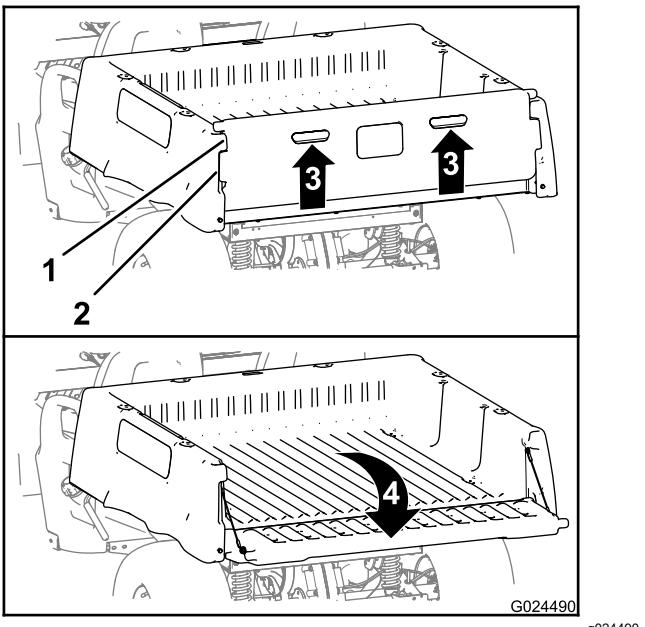

Figure 15
2. Passez les doigts dans les poignées du panneau arrière pour le soulever (Figure 15).
3. Alignez les bords de verrouillage du hayon sur les ouvertures entre les bords de verrouillage du plateau de chargement (Figure 15).
4. Faites pivoter le hayon vers l'arrière et le bas (Figure 15).
6. Faites pivoter le hayon vers le haut et l'avant jusqu'à ce que les bords de verrouillage du hayon soient de niveau avec le creux dans le plateau de chargement (Figure 15).
7. Abaissez le hayon jusqu'à ce qu'il soit de nouveau engagé à l'arrière du plateau de chargement (Figure 15).